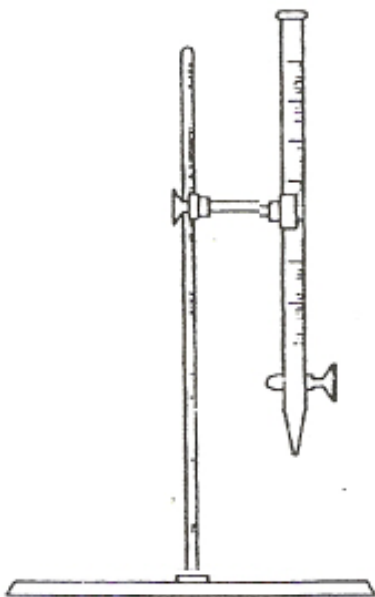
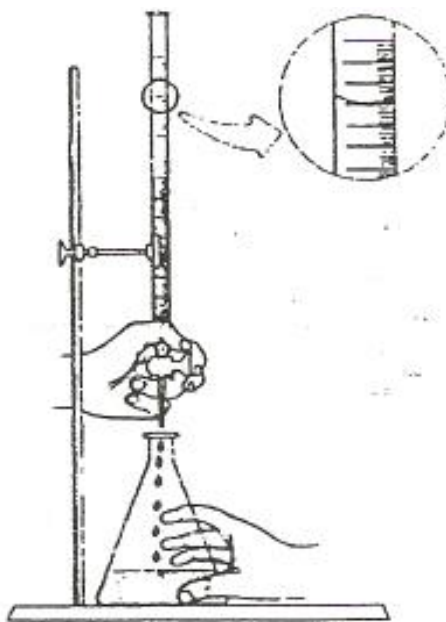

Figura 6 – Fixação da bureta
Figura 7 – Escoamento de um líquido
- 6- Fixe uma bureta de 50 mL no suporte universal (Figura 6). Feche a torneira de controle de escoamento. Coloque um béquero de 100 mL em baixo da bureta. Com auxílio de um béquero de 50 mL, encha a bureta com água destilada e observe se há vazamento. Verifique se há **bolhas** entre a torneira e a extremidade inferior da bureta. Caso tenha, abra a torneira rapidamente até removê-la. Em seguida, encha a bureta com água destilada e acerte o menisco com o traço de aferição (zero), que fica na parte superior. Segure a torneira com a mão esquerda e usando os dedos polegar e médio dessa mão, inicie o escoamento (Figura 7). Transfira 20 mL de água da bureta, para um béquero de 50 mL limpo e seco. Compare o volume final. Anote a sua observação na tabela de resultados.